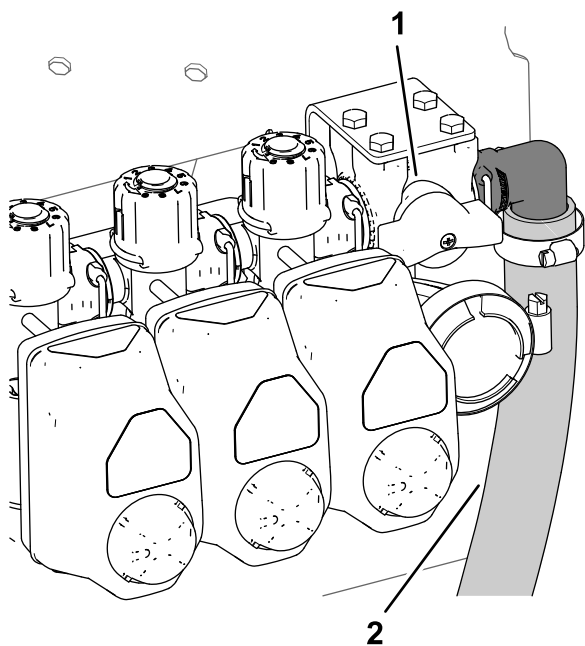
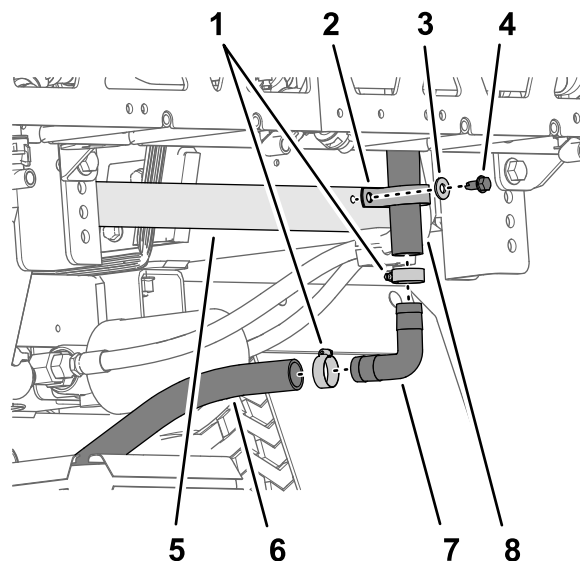

Figura 40
Figura 41
1. Nell'estremità inferiore del flessibile di bypass superiore, rimuovete il bullone a testa flangiata (5/16" x 3/4"), la rondella (5/16 poll.) e il serratubi a R che fissano il flessibile di bypass superiore alla piastra a sella posteriore della macchina (Figura 40 e Figura 41).
2. Rimuovete le 2 fascette stringitubo che fissano il flessibile di bypass superiore e il flessibile di bypass inferiore al raccordo dentellato a 90° (Figura 41).
3. Rimuovete il raccordo dentellato a 90° dai flessibili (Figura 41).